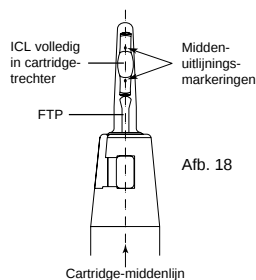

Afb. 16
1. Schuif de cartridge in de voorkant van de injector en klik het verticale lipje op zijn plaats. (afb. 16 en 17)